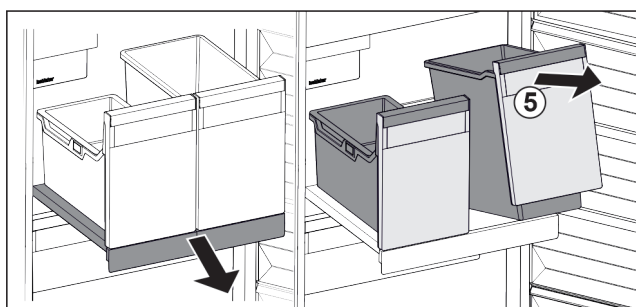

Fig. 194
- ▶ Nádoby Fig. 194 (5) vpředu nadzvedněte.